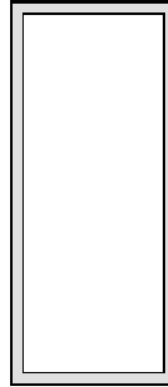

Figure 27. Solder Paste Application on Pins
4. 信号焊盘的开口应当占QFN焊盘面积的50-80%, 如图27所示。